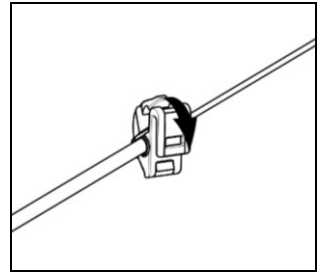

Abb. 25
- Schließen den Clip wieder (Abb. 25).